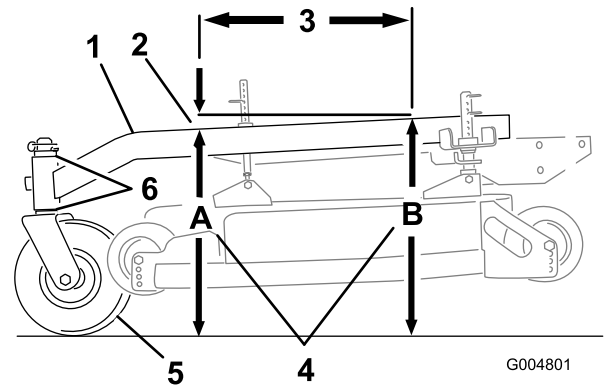

Figura 64
El bastidor de tiro debe tener una inclinación longitudinal de entre 3 mm y 9 mm en una longitud de 61 cm (Figura 64).
1. Mida 61 cm en el bastidor de tiro (Figura 64).
2. Mida la altura del bastidor de tiro en la posición A (Figura 64).
3. Mida la altura del bastidor de tiro en la posición B (Figura 64).
- La altura en la posición **A** debe ser de 6-10 mm (1/4-3/8 pulg.) menor que la de la posición **B** (Figura 64).
- Si la inclinación del bastidor de tiro no es la correcta, mueva los espaciadores de las ruedas giratorias para obtener una inclinación de 6-10 mm (1/4-3/8 pulg.) (Figura 64).